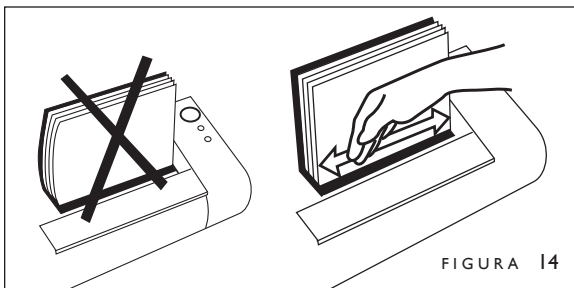

FIGURA 14
5. Empuje las páginas hacia atrás para asegurar una encuadernación correcta (figura 14). Compruebe que el borde del documento esté alineado con el canto de la cubierta Halfback.